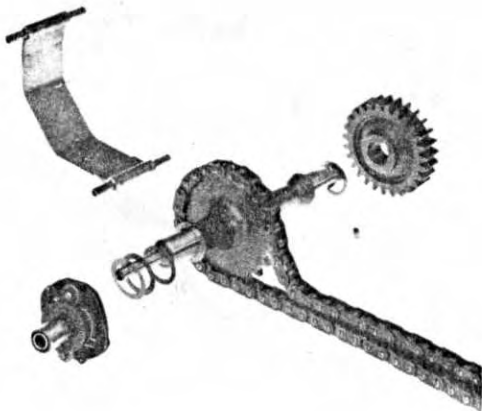

Fig. 141
La stessa norma vale per l'alberino che comanda la catena di distribuzione (fig. 141) e per il tamburo selettore (fig. 142). (Vedi disegni esplicativi 142/a e 142/b).
- This applies also to the gear selector drum (fig. 142) and to the cam chain drive shaft (fig. 141) (refer to fig. 142/a and 142/b).
delline di rasamento poste sull'albero di comando della catena di distribuzione (fig. 141).
shaft in the right position (fig. 141).